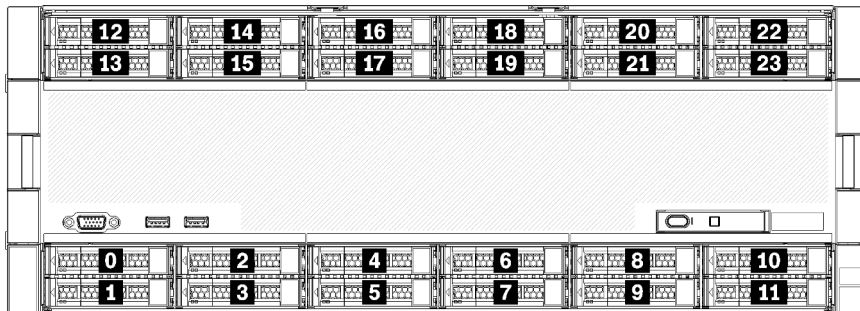

Abbildung 5. Position der Laufwerke
- Die oberen zwei Laufwerke unterstützen Laufwerke mit SAS-, SATA- oder NVMe-Schnittstelle (Lenovo AnyBay). Der Server unterstützt je nach Serverkonfiguration bis zu 12 NVMe-Laufwerke. Die NVMe-fähigen Laufwerkpositionen sind die geradzahligen Positionen, wie dargestellt in Abbildung 5 „Position der Laufwerke“ auf Seite 19.